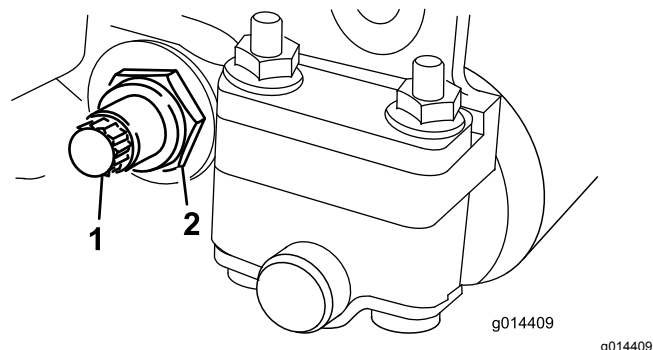

Рисунок 23
3. С каждой стороны машины ослабьте контргайку крепления болта планки неподвижного ножа (Рисунок 23).
4. Выверните все болты планки неподвижного ножа, чтобы отвести планку вниз и снять ее с болта машины (Рисунок 23).